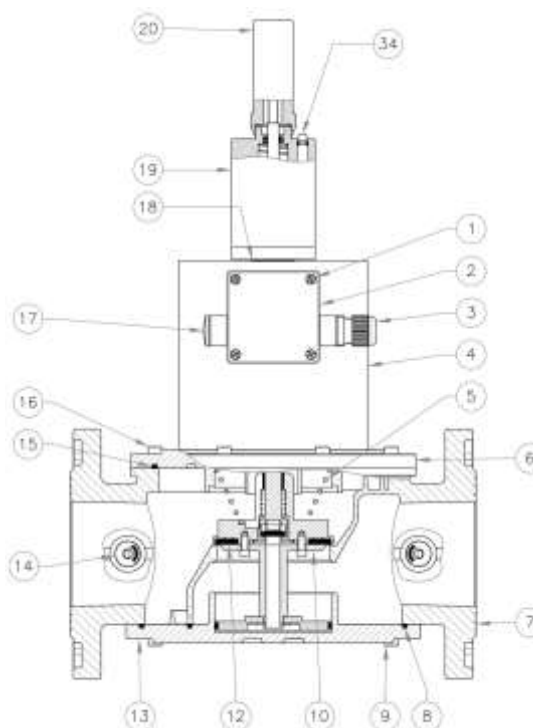

Рис. 3
Клапан рис. 3 состоит: винты крышки коннектора (1); крышка коннектора (2); кабельный ввод (3); электромагнитная катушка (4); пружина (5); верхняя крышка (6); корпус (7); уплотнительное кольцо нижней крышки (8); винты нижней крышки (9); затвор (10); манжета затвора (12); нижняя крышка (13); заглушка (14); уплотнительное кольцо верхней крышки (15); винты верхней крышки (16); заглушка под второй кабельный ввод (17); уплотнительное кольцо гидравлического тормоза (18); гидравлический тормоз (19), колпачок тормоза (20); винт регулировки скорости открытия (34).